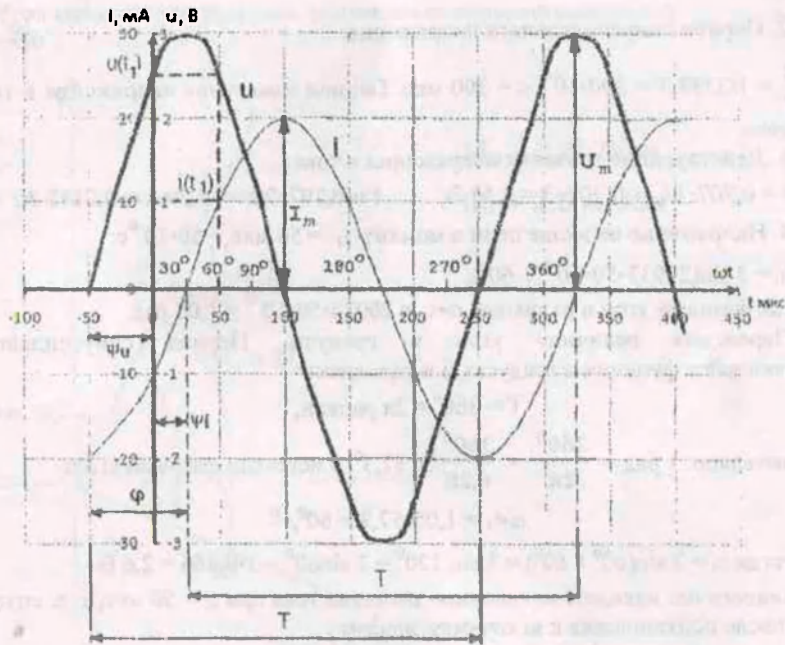

Рис. 9
Графики, построенные по этим уравнениям, называются временными (волновыми) диаграммами (рис. 9).
1. Амплитуда (максимальное значение). Амплитуды обозначаются прописными (заглавными) буквами с индексом m , т. е. U_m , I_m (рис. 9).
3. Период T – промежуток времени, в течение которого переменная величина производит полный цикл своих изменений и возвращается к первоначальному значению, после чего изменения повторяются в той же последовательности (рис. 9). Другими словами, период синусоидальной величины – это промежуток времени между двумя соседними точками перехода функции через ноль к положительному значению (измеряется в секундах - с).
Начальная фаза Ψ – на временной диаграмме угол между началом координат и началом периода колебания, т. е. фаза в момент начала отсчёта (при $t = 0$). Если начало периода колебания смещено влево относительно начала координат, то Ψ – положительная величина (т. е. в момент начала отсчёта к нулевой фазе прибавляется Ψ), если вправо – отрицательная (рис. 9). На векторной диаграмме Ψ – угол поворота вектора относительно горизонтальной оси (оси абсцисс).
Если угол сдвига фаз между напряжением и током величина положительная, то напряжение опережает ток по фазе (рис. 9), если отрицательная – ток опережает напряжение по фазе.
Для наглядности проверим полученный результат графически (студентам проверку делать в домашней работе не нужно). Волновая диаграмма рис. 9 соответствует условию данной задачи. Из точки на горизонтальной оси, соответствующей $t = 50 \text{ мкс}$, восстановим перпендикуляр до пересечения с кривыми тока и напряжения. Из точек пересечения опустим перпендикуляры на вертикальную ось, т. е. найдём ординаты этих точек. Как видно на рис. 9 ординаты точек пересечения составляют $u_1 = 2,6 \text{ В}$, $i_1 = 10 \text{ мА}$, что совпадает с расчётом.